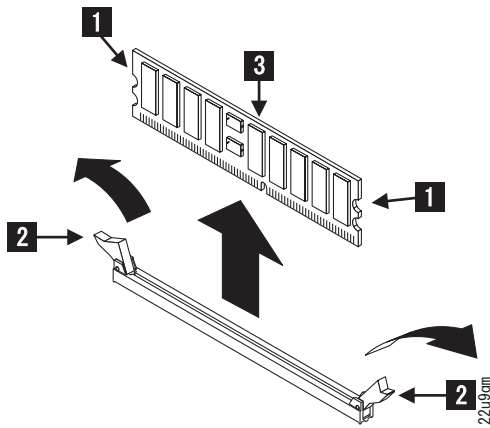

図 97. メモリー・モジュールの取り外し
6. 図 97に示すように、クリップ **2** を外側に押しながら開きます。このアクションにより、メモリー・モジュール **3** をコネクターから引き出します。